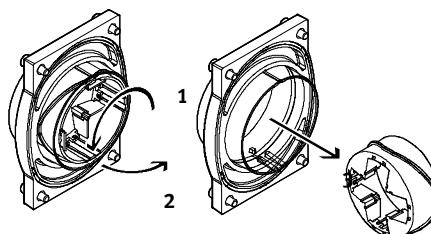

Fig. 10: Rimozione dell'anello indicatore
2. Girare l'anello indicatore di 90° (vedi Fig. 10).
1. Reinserire l'anello indicatore nel coperchio della scatola dei sensori. Seguire la sequenza inversa rispetto allo smontaggio (→ anche Fig. 10).